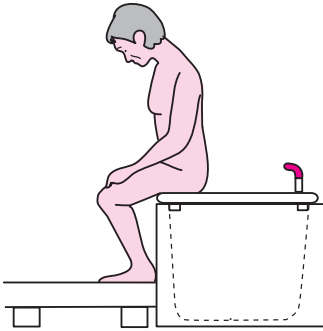

図 7-24 バスボードでの浅い着座位置。ここからより深い着座位置への修正が必要
① 環境との適合条件
② 本人との適合条件
- 浴槽内または浴槽外でバスボードに着座した際に、臀部の位置をより深い着座位置に修正できることが必要です。これは、着座する際に足を引くスペースがないことや、特に浴槽内での着座では座面が高いために浅めの臀部位置にならざるを得ず、その位置を修正せずに身体の向きをかえ、脚を出し入れしようとする、臀部がバスボードからはみ出し安定した動作が困難になるためです。(図 7-24)